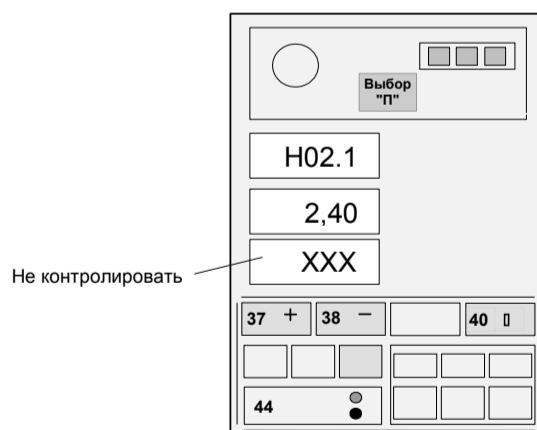

Рисунок 15
Нажать на время 1 с кнопку "J" (40) и, проконтролировав короткий звуковой сигнал, отпустить кнопку (см. рисунок 15).